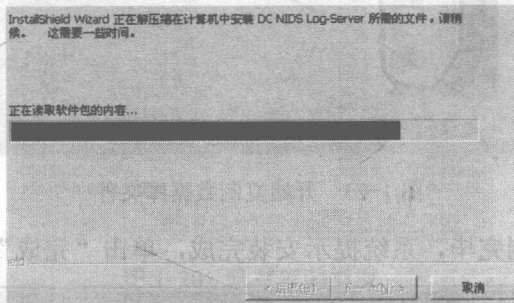

图 1-27 LogServer 安装启动界面
1) 用鼠标双击光盘中的 LogServer 安装文件，即可开始 LogServer 的安装过程，如图 1-27 所示。